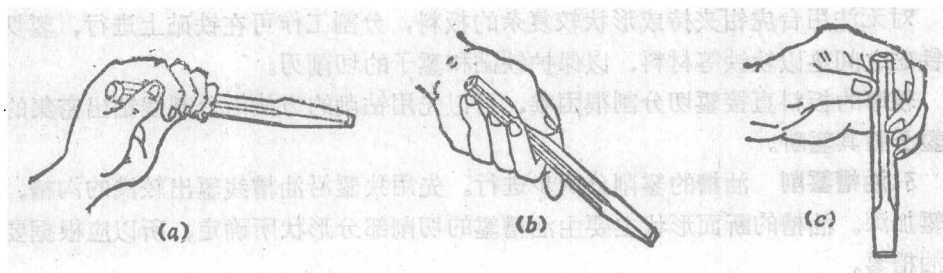

图 1-4 錾子的握法
1. 錾子的握法 錾子用左手握持，尾部伸出约20毫米。握持的方法有三种，见图1-4。正握法，如图1-4(a)所示。这种握法适于在平面上进行錾削，錾削时，要保持錾子的
反握法：手背朝向工件，手指自然捏住錾身，见图1-4(b)。它适用于少錾削量或侧面的錾削。
立握法：保持錾子与工件相垂直的一种握法，用于垂直錾切工件，如在铁砧上錾断材料。握法如图1-4(c)所示。